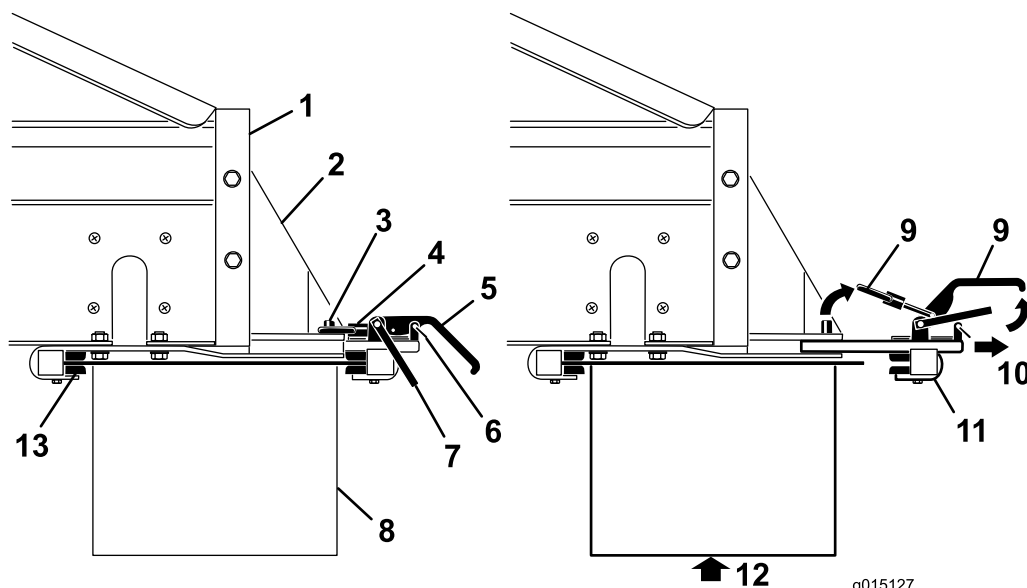

図 49
3. クランプのハンドルから、安全ラッチクリップを外す 図 49。
4. 安全ラッチを立て、アタッチメント側のクランプハンドルを開いてロックピンからロックリングを外す 図 49。
5. クイックアタッチスロットから、後クランプアセンブリを引き出す 図 49。
6. 誰かに補助してもらってクロスコンベア/スイベルを持ち上げ、その前端をマシン後部の下にある前クランプブラケットにセットする 図 49。
7. クロスコンベア/スイベルを保持したまま、後クランプアセンブリをクイックアタッチスロットに戻し、クロスコンベア/スイベル後端部にセットする 図 49。
9. クランプのハンドルに、安全ラッチクリップを取り付ける 図 49。